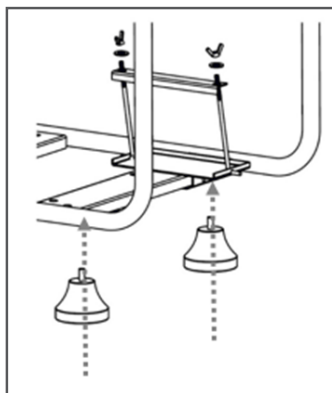

Рис. 6 Установка опор рамы
- установить опоры рамы. Для этого установить втулку большую 5 внутрь вилки рукоятки 6, затем вилку рукоятки установить внутрь кронштейна рукоятки 3, втулку малую 2 вставить внутрь втулки большой и закрепить болтом 1 с гайкой 4 (Рис. 6);